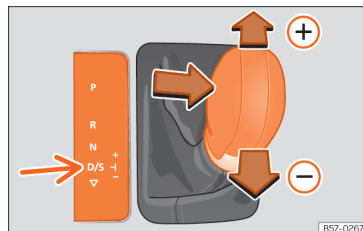

Рис. 88 Важіль селектора в положенні tiptronic.
- Натисніть важіль уперед  або назад , щоб вибрати вищу або нижчу передачу відповідно **>>> рис. 88**.